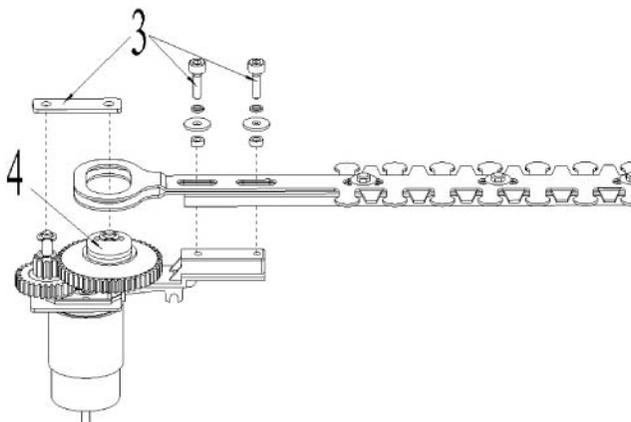

Fig.26
Étape 3: Retirez les vis et la plaque d'alignement (3) (voir figure 26), puis faites pivoter l'arbre à cames (4) jusqu'à ce qu'il soit parallèle à la fente de la lame. Vous pouvez maintenant enlever les lames.